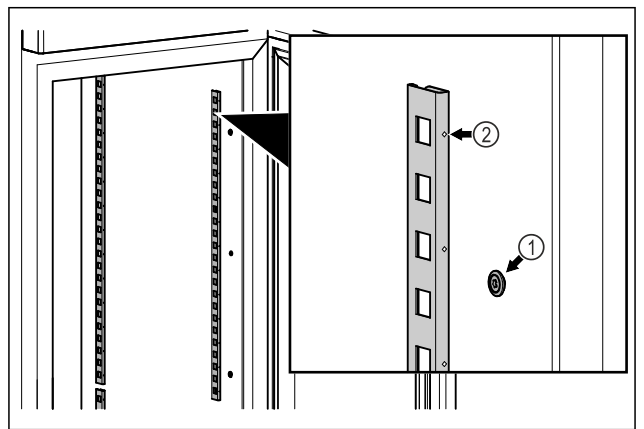

Fig. 58 Representación a modo de ejemplo
- ▶ Enganchar las tiras de retención en la suspensión Fig. 58 (1). La marca Fig. 58 (2) debe apuntar hacia delante.